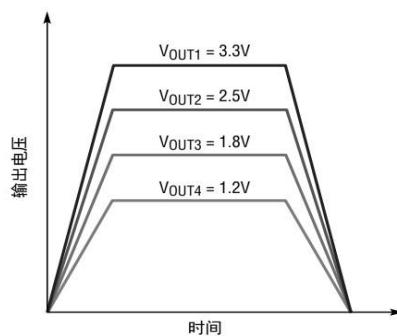
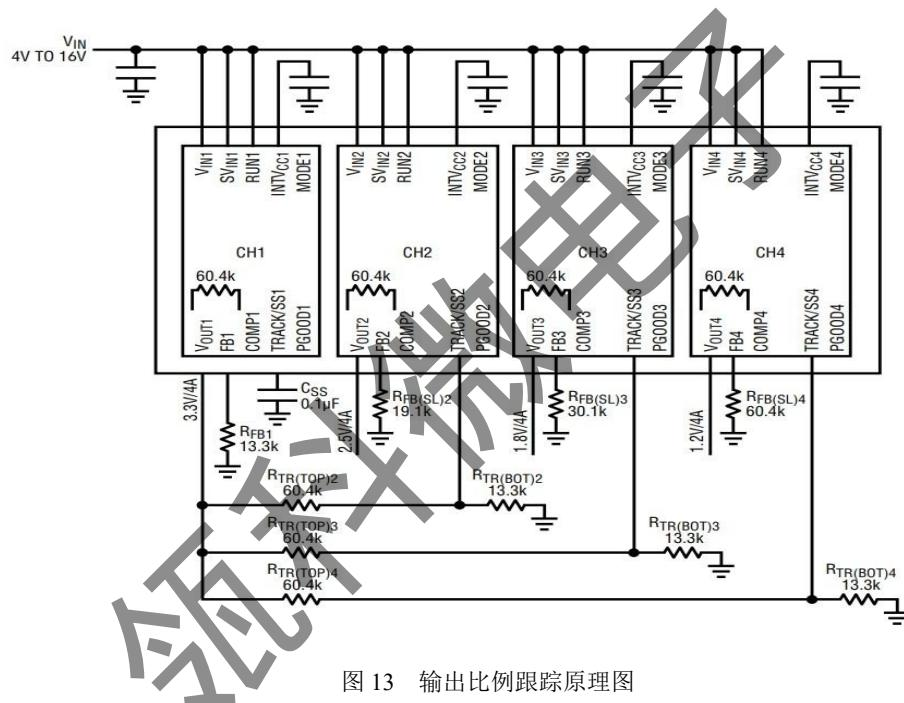

图 12 输出比例跟踪波形
图 13 输出比例跟踪原理图
其中 CSS 是 TRACK/SS 引脚上的电容。在软启动过程中，电流折返和强制连续模式被禁用。输出电压跟踪还可以使用每个稳压器通道的 TRACK/SS 引脚进行外部编程。输出可以用另一个调节器上下跟踪。图 12 和图 13 显示了比率跟踪的示例波形和原理图，其中从稳压器（VOUT2、VOUT3 和 VOUT4）的输出压摆率与主稳压器（VOUT1）成正比。
其中 60.4k 是集成顶部反馈电阻器， $R_{\text{FB}(\text{SL})}$ 是外部底部反馈电阻器。 $R_{\text{TR}(\text{TOP})}/R_{\text{TR}(\text{BOT})}$ 是从稳压器 TRACK/SS 引脚上的电阻分压器，如图 13 所示。根据上式，主设备的输出转换速率 (MR) 和从设备的输出转换速率 (SR) (单位为伏特/时间) 由下式确定：
例如， $V_{\text{OUT}(\text{MA})} = 3.3\text{V}$, $\text{MR} = 3.3\text{V}/24\text{ms}$, $V_{\text{OUT}(\text{SL})} = 1.2\text{V}$, $\text{SR} = 1.2\text{V}/24\text{ms}$ ，如图 13 所示的 VOUT1 和 VOUT4。从方程中可以看出， $R_{\text{TR}(\text{TOP})} = 60.4\text{k}$ 和 $R_{\text{TR}(\text{BOT})} = 13.3\text{k}$ 是一个很好的组合。按照相同的方程式，